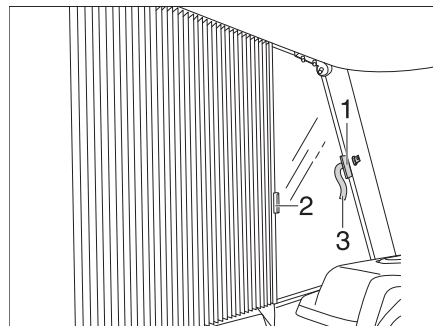

Fig. 80 Estor plegable de la ventana del conductor y la ventana del acompañante
- Abrir el cierre de velcro de cada lado de los lazos de seguridad (Fig. 80,3).
- Sujetar el estor plegable de los tiradores (Fig. 80,1 y 2) de manera consecutiva y empujarlos cuidadosamente, hasta que el cierre magnético mantenga cerrado el estor plegable.
- Regresar cuidadosamente los estores plegables con los tiradores (Fig. 80,1 y 2).
- Asegurar el estor plegable con el cierre de velcro del lazo de seguridad (Fig. 80,3).